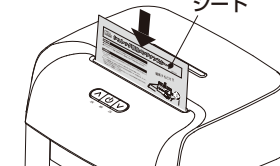

図1 シートに表記されている矢印の向きに従って、1枚投入してください。
- 細断能力が低下し、頻繁に細断くずがつまるような場合は、シュレッド専用メンテナンスシート(NSE-MSA5)を右図1のように細断するか、ボトル入りの専用オイル(ISO-030)を右図2のように準備し、そのまま細断してカッター部をお手入れしてください。